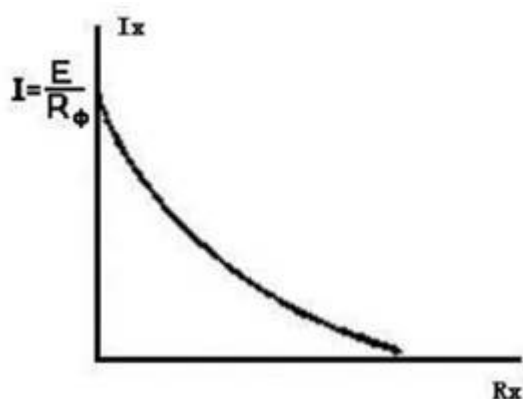

图 6 I_x 与 R_x 对应关系
如图 6。在表头刻度上，将 I_x 标示成 R_x ，即成欧姆计。
由图 6 和式 (3) 可知, 当 R_x 无穷大时, $I_x = 0$, 指针指在 $I_x = 0$ 处 (对应于 $R_x = \infty$); 当 $R_x = 0$ 时, 回路中电流最大, 如式 (4)。电路设计时, 使表头为满度值 (对应于 $R_x = 0$)。
(2) 改变中心电阻 R_0 的值, 即可改变电阻档的量程。如 $R_0 = 100\Omega$, 测量范围为 20 至 500 Ω ; $R_0 = 1000\Omega$, 测量范围为 200 至 5000 Ω , 如此类推。
(3) 由式 4 和图 6 可知, I_g 与 $R_0 + R_x$, 是非线性关系。当 $R_x \ll R_0$ 时, 有 $I_x \approx \frac{E}{R_0} = I_g$,